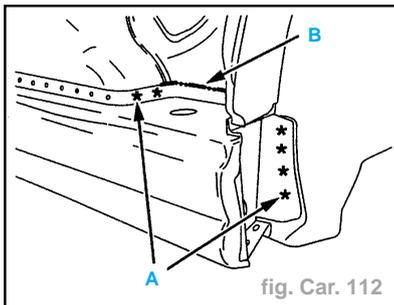

fig. Car. 112
- Découper par fraisage des points (suivant **A**) (fig. Car. 112).